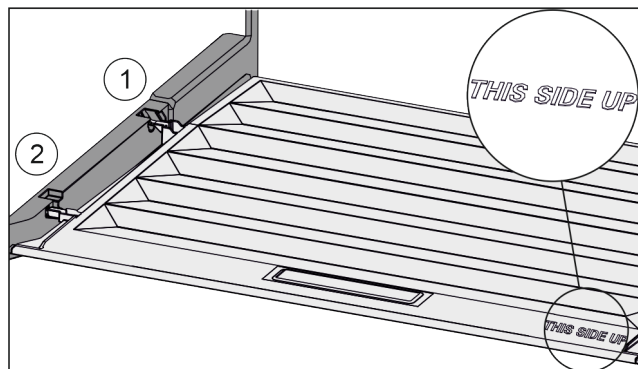

Fig. 33
- ▶ Výstupky víka zaveďte do zadních držáků Fig. 33 (1) a vpředu zaklesněte do držáku Fig. 33 (2).